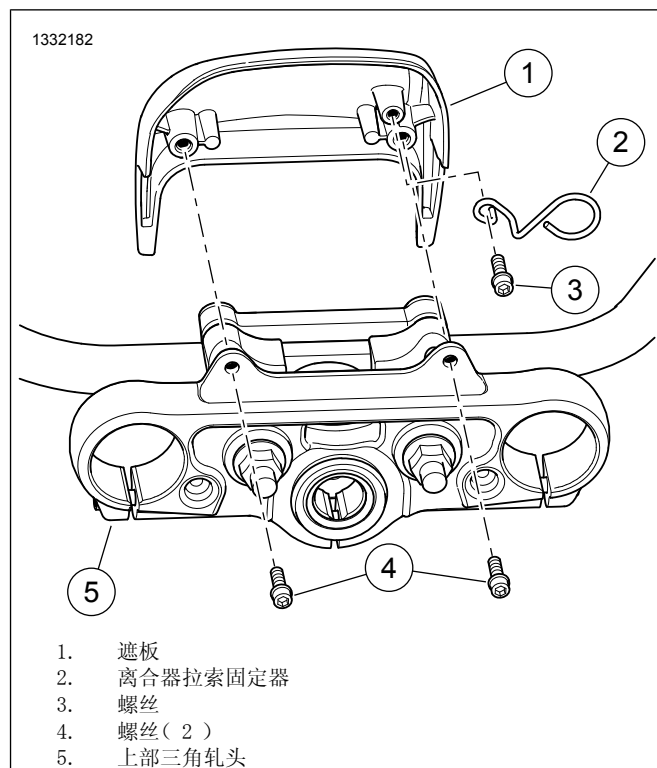

图3。FXLR遮板
1. 图3从上部三角轧头 (5) 上拆下螺丝 (4) 。
2. 拆下遮板 (1) 。
3. 拆下螺丝 (3) 和OEM离合器拉索固定器 。
4. 安装套件中的离合器拉索固定器 (2) 。
5. 安装螺丝 (3) 。拧紧。